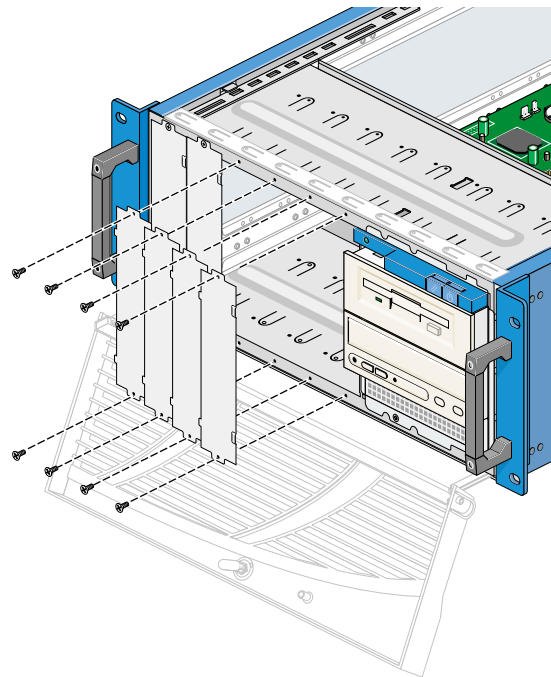

図 5-6 ノードケースからのドライブブランキングプレートの取り外し
- 右から左に向かって、ノードケースの前面から 4 つの縦のブランキングプレートを外します (図 5-6 を参照)。